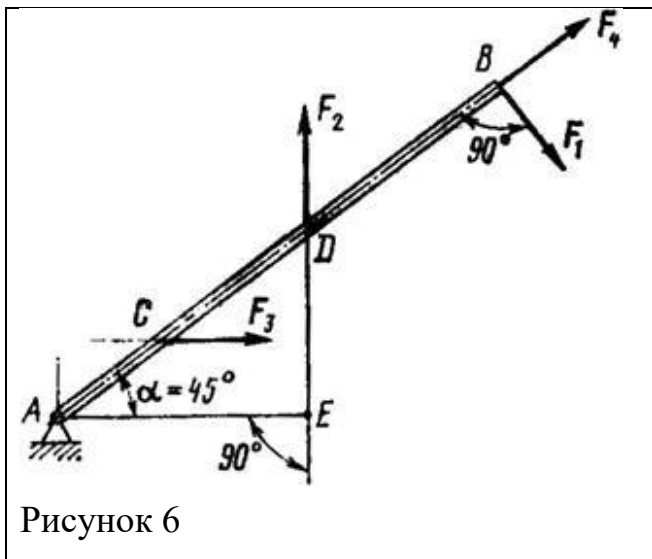

Рисунок 6
1. Определить моменты сил F_1, F_2, F_3, F_4 относительно точки A (рис. 6), если $AB = 0,7$ м; $AD = 0,4$ м; $AC = 0,2$ м; $F_1 = 10$ Н; $F_2 = 25$ Н; $F_3 = 5$ Н; $F_4 = 8$ Н.